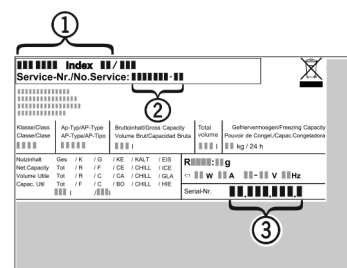

Fig. 11
- Gerätebezeichnung Fig. 11 (1), Service-Nr. Fig. 11 (2) und Serial-Nr. Fig. 11 (3) vom Typenschild ablesen. Das Typenschild befindet sich an der linken Geräteinnenseite.
- Den Kundendienst benachrichtigen und den Fehler, Gerätebezeichnung Fig. 11 (1), Service-Nr. Fig. 11 (2) und Serial-Nr. Fig. 11 (3) mitteilen.